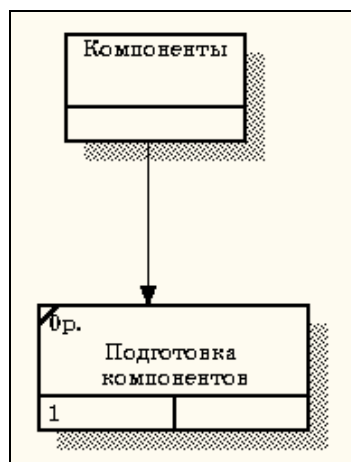

Рисунок 8.9 – Объект ссылки и работа "Подготовка компонентов" связаны стрелкой
9. Свяжите стрелкой объект ссылки и работу "Подготовка компонентов" (рисунок 8.9).